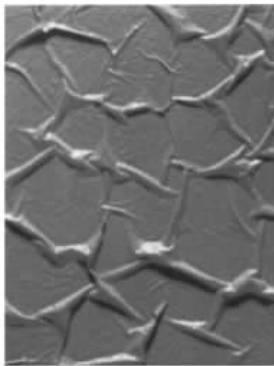

图 4-5 起皱缺陷
(1) 起皱缺陷 在干燥过程中,涂膜表面出现皱纹、凹凸不平,出现平行的线状或无规则线状,如图 4-5 所示。
(2) 产生原因
- ① 桐油制作的油性漆易发生起